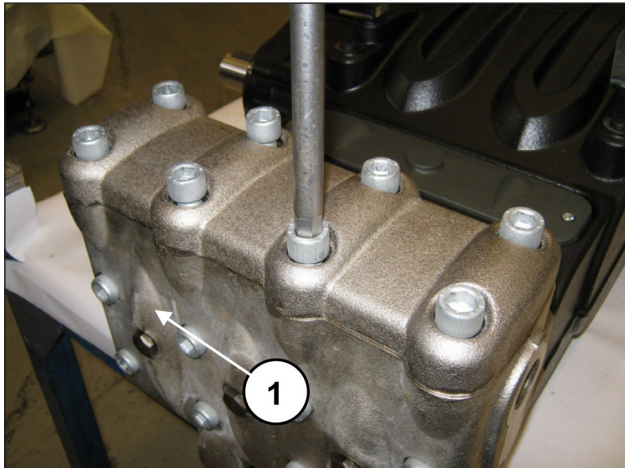
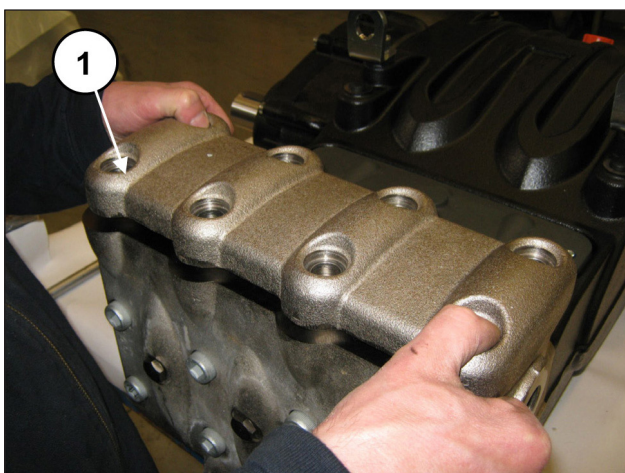

Fig. 94
Fig. 95
Para extraer los grupos de válvula operar del siguiente modo: Aflojar los 8 tornillos M16x55 de la tapa de válvulas (pos. ①, Fig. 94) y desmontar la tapa (pos. ①, Fig. 95).